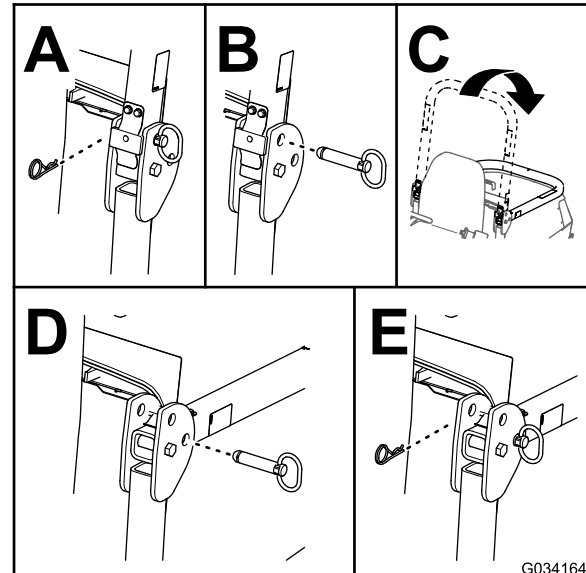

Figure 33
2. Retirez les goupilles fendues et les axes de l'arceau de sécurité (Figure 33).
3. Abaissez l'arceau de sécurité et fixez-le en position avec les axes et les goupilles fendues (Figure 33).